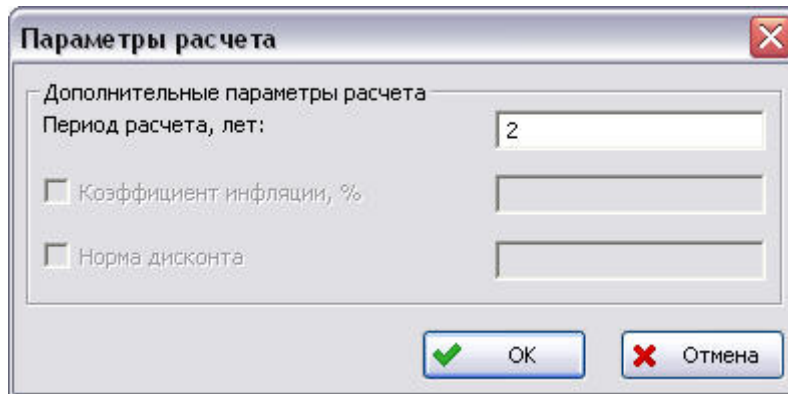

Рис. 8-11
- В появившемся окне **Параметры расчета** в поле **Период расчета, лет** введите количество лет эксплуатации, для которых нужно рассчитать затраты на ТЭ (рис. 8-11). Введенное значение не должно быть меньше периода начального МТО.